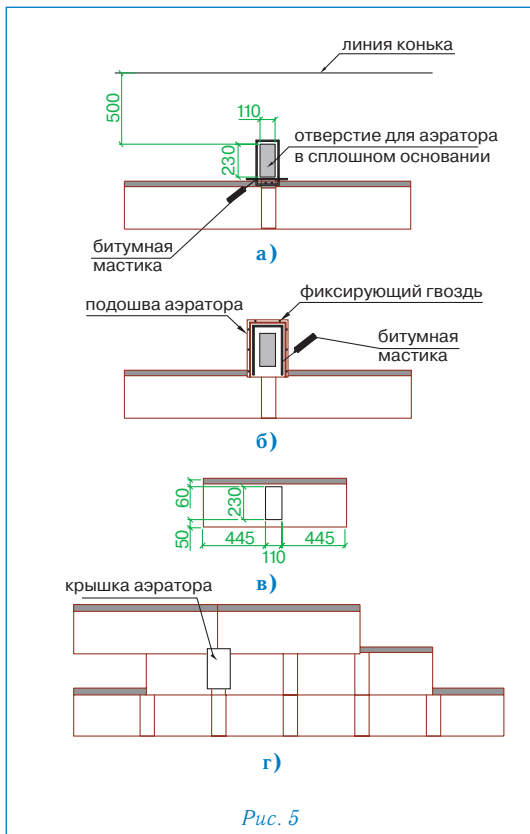

Рис. 5
Установка аэратора (рис. 5)
- В сплошном основании кровли прорезается отверстие 11 x 23 см, расположенное согласно рис. 5а;
- корпус аэратора устанавливается поверх отверстия и фиксируется гвоздями из нержавеющей стали; по верхней и боковым сторонам подошвы корпуса также наносится битумная мастика (рис. 5б);
- далее укладывается очередной ряд черепицы; подошва аэратора при этом закрывается листом ПРЕСТИЖ ВИЗАНТИЯ с заранее прорезанным в нем отверстием (рис. 5в);
- на корпус аэратора устанавливается крышка, которая фиксируется нажатием (до щелчка) (рис. 5г).